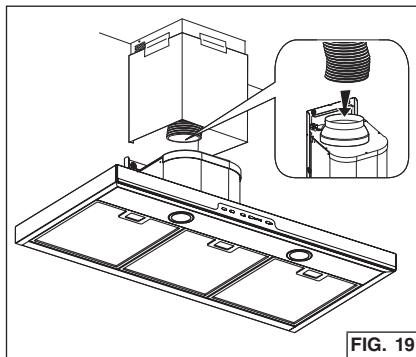

FIG. 19
7. Étirez la canalisation extensible, fixez-la à l'adaptateur 12 à 15 cm (5" à 6") et appliquez de l'adhésif sur les joints des canalisations. Fig. 19.